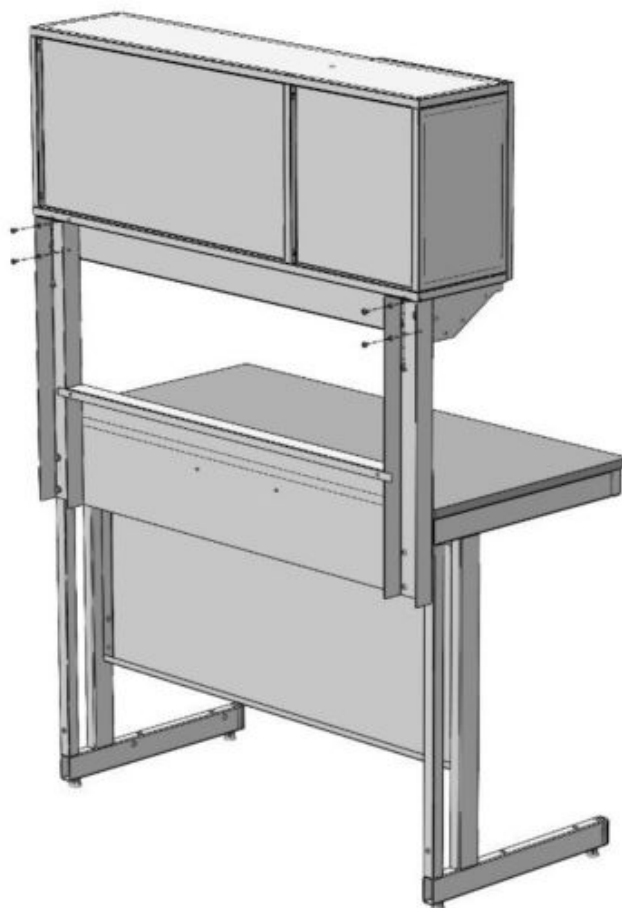

Рис. 4. Фиксация шкафа-надстройки
- 6.6. Зафиксировать титровальную надстройку снизу и сзади используя винты М6x12 мм и шайбы 6 (шкаф из ЛДСП снизу крепить на саморезы 4x16) (Рис. 4).